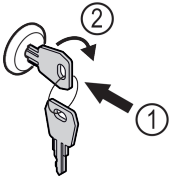

Fig. 46 Ενδεικτική απεικόνιση
- ▶ Πιέστε μέσα το κλειδί Fig. 46 (1).
- ▶ Περιστρέψτε το κλειδί 90° δεξιόστροφα Fig. 46 (2).